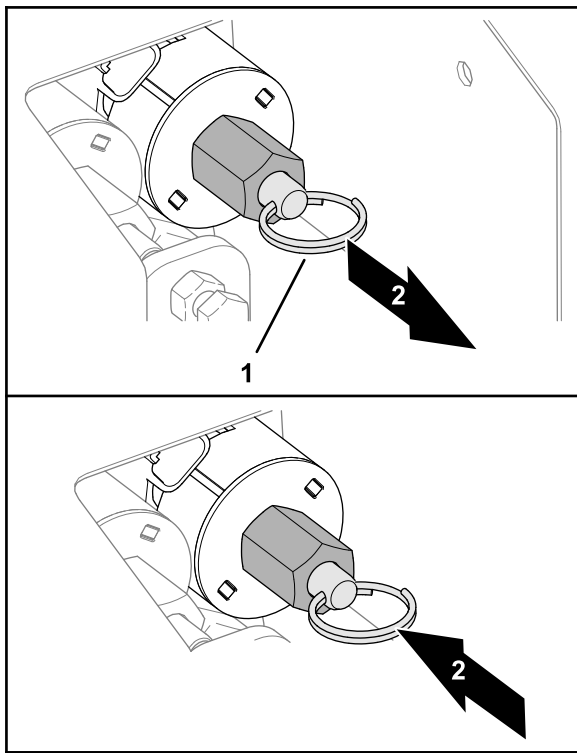

Figura 36
- Para descer a tremonha (Figura 36), puxe o aro da haste da válvula.
- Para subir a tremonha (Figura 36), empurre o anel de separação na haste da válvula.